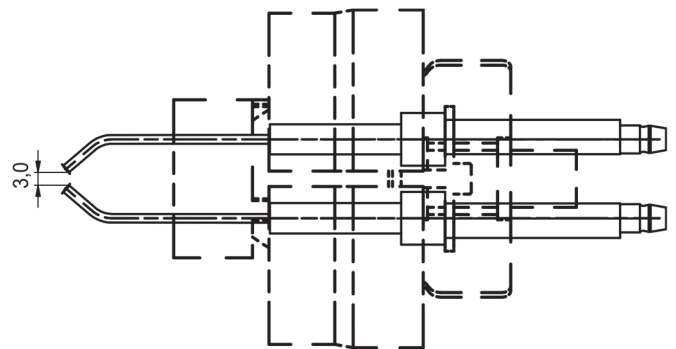
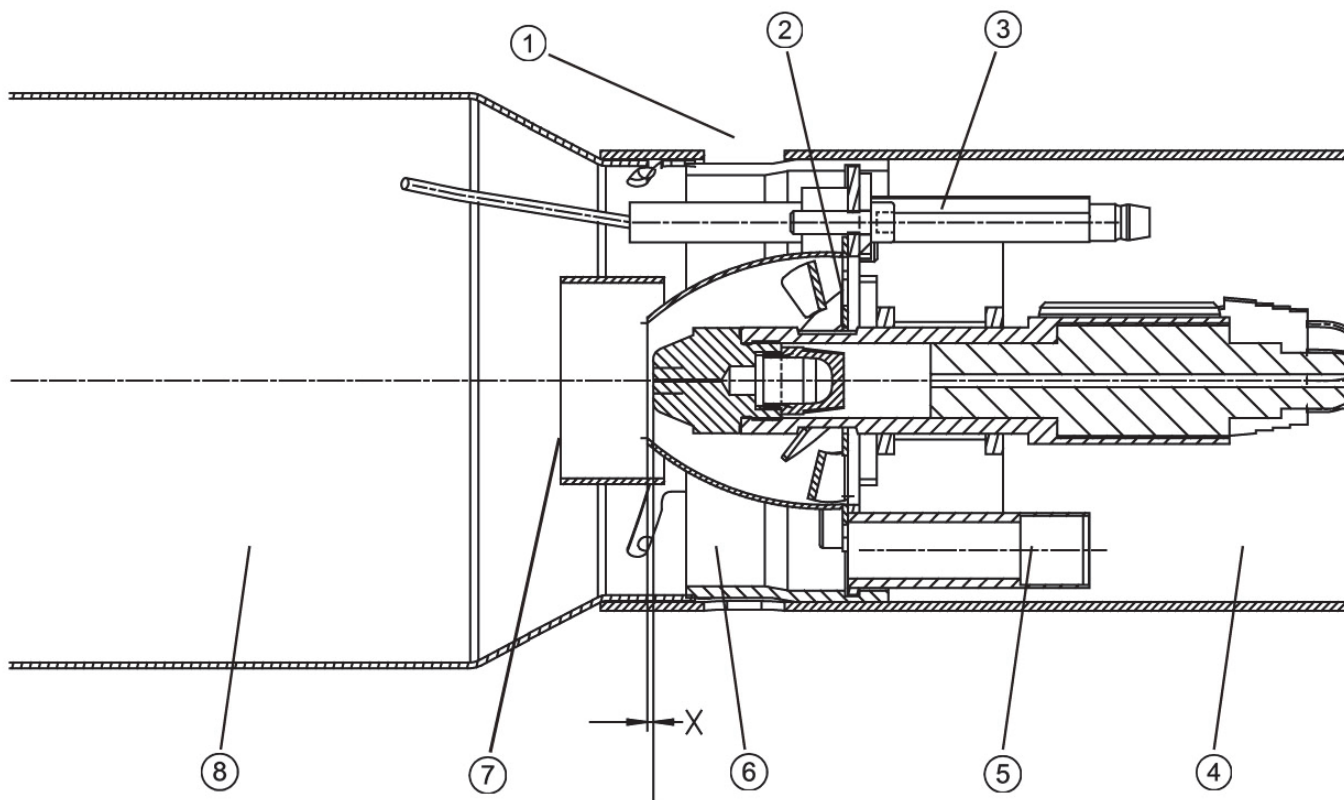

Abb. 16: Zündelektrodeneinstellung
Abb. 17: Maß X der Mischeinrichtung
Anhand der Abb. 16-Abb. 17 können die Zündelektrodenform, die Position sowie der Abstand ermittelt werden.
- ➔ Justieren Sie – falls erforderlich – den Abstand und die Position der Zündelektroden gem. Abb. 16.
Legende zu Abb. 17: